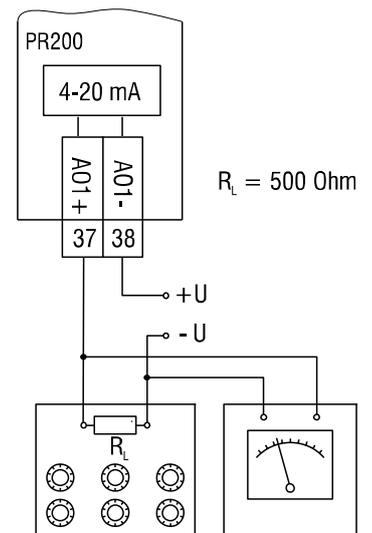

Abb. E.4
1. Schließen Sie eine Hilfsspannungsquelle, ein Messgerät mit einer Auflösung von 0,001 V und eine Referenzwiderstandsbox mit einer Genauigkeitsklasse von mindestens 0,05 an den Ausgang an (Abb. E.4).